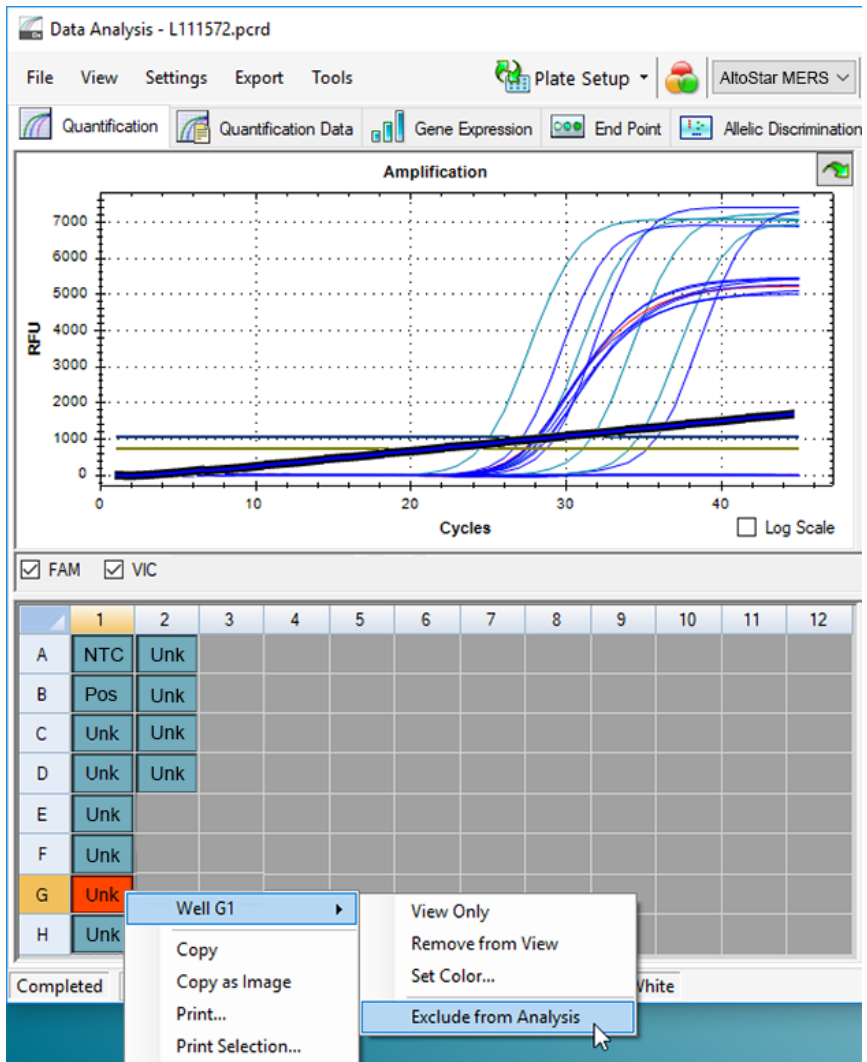

Figura 7: Finestra Data Analysis (Analisi dei dati): esclusione del pozzetto dall'analisi
3. Fare clic su ogni pozzetto interessato con il pulsante destro del mouse e selezionare **Well...** → **Exclude from Analysis** (Pozzetto... → Escludi dall'analisi) (vedere figura 7).